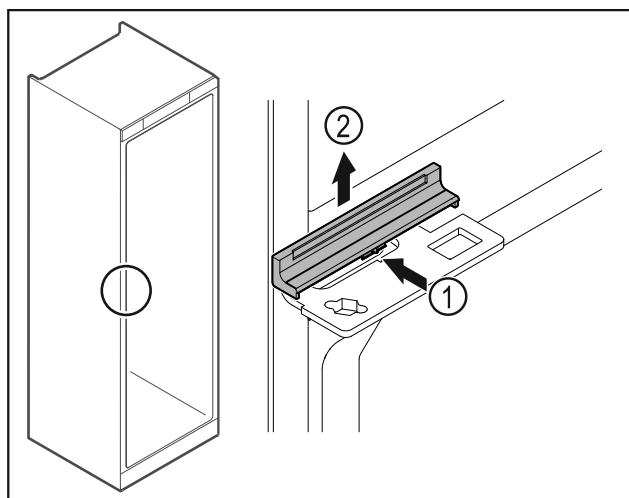

Fig. 37
- Premere leggermente la copertura Fig. 37 (1) al centro e rimuoverla sollevandola verso l'alto Fig. 37 (2).